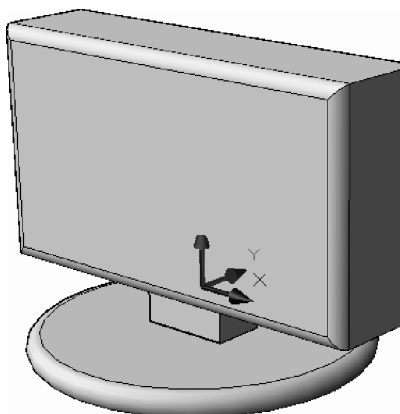

Fig. 7.7 Rotunjirea muchiilor plăcii de bază
10. Se rotunjesc muchiile bazelor – vezi Fig. 7.7. Din meniul **Modify** se alege *Fillet*.